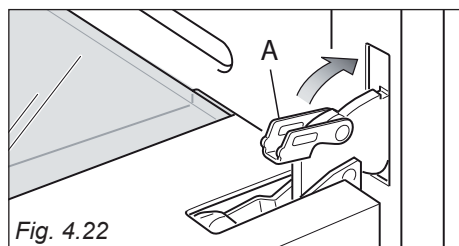

Fig. 4.22
- Aprire completamente la porta del forno e richiudere la leva "A" delle cerniere destra e sinistra (fig. 4.22).